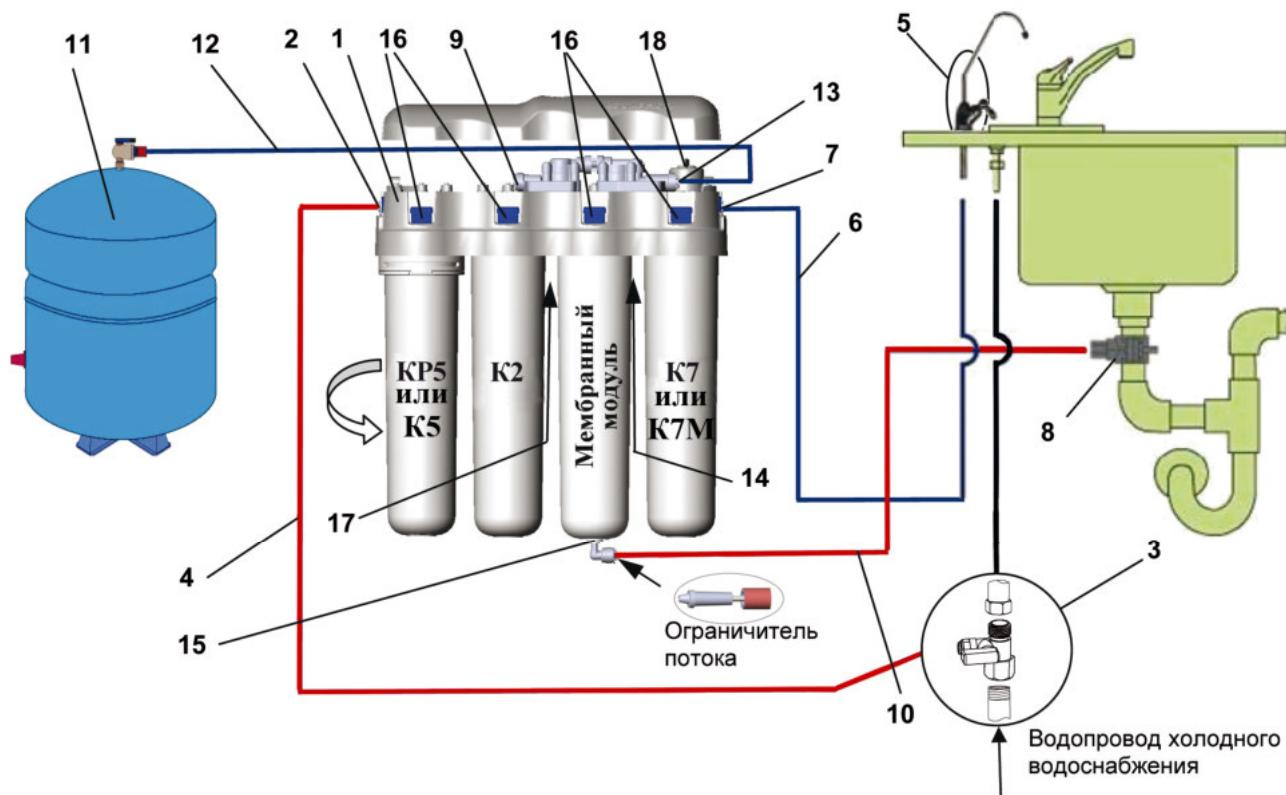

Рисунок 7. Схема установки водоочистителя
Ограничитель потока должен находиться со стороны мембранных модуля (рис. 7).
Порядок установки модулей изображен на рис. 7.
## Установка водоочистителя (рис. 7)
- Вместо мембранных модуля устанавливается заглушка (находится под крышкой водоочистителя – см. рис.7 поз. 18). Установите модули в последовательности, указанной на рис. 8: K2, KР5 (K5), заглушка, K7 (K7M).
- Установите модули на свои места (см. рис. 7)
- Нажав до упора и удерживая стопорную кнопку (16) (см. рис. 7), поверните использованный фильтрующий модуль против часовой стрелки и снимите его.
- нажав до упора и удерживая стопорную кнопку на крышке водоочистителя, выкрутите использованный фильтрующий модуль против часовой стрелки (рис. 7);
- вставьте модуль в блок коллекторов до упора и, слегка надавливая, поверните модуль по часовой стрелке до щелчка (рис. 7);